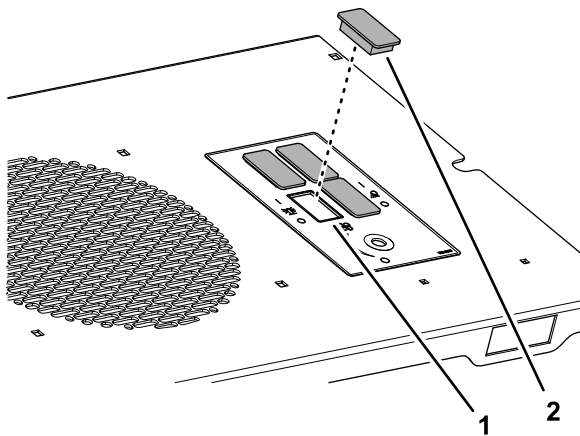

図 4
1. スwitchパネルの四角い開口部にプラグを合わせる 図 4。
2. パチンという音がしてプラグが穴に確実に嵌るまでプラグを穴に押し込む 図 4。
3. 他の 3 つのプラグについても、ステップ 1 と 2 を行う 図 4。